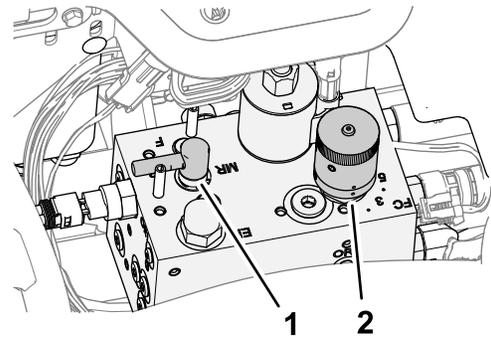

Figure 91
3. Tournez le levier de rodage à la position F (tonte) (Figure 91).